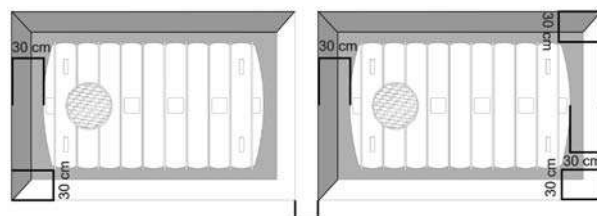

Fig. 6
9. Quanto esposto nei punti precedenti è relativo all'interro di un singolo serbatoio. Per più serbatoi (posti in serie o in parallelo) eseguire scavi separati e distanti almeno un metro l'uno dall'altro, diversamente prevedere un muro portante di almeno 20 cm (fig.6).